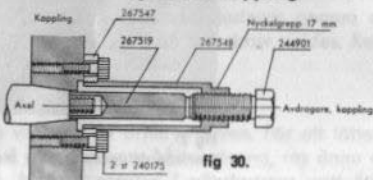

fig 30.
5. Använd avdragaren enligt avdragareinstruktionen, sid. 28 fig 30; se även fig 31.